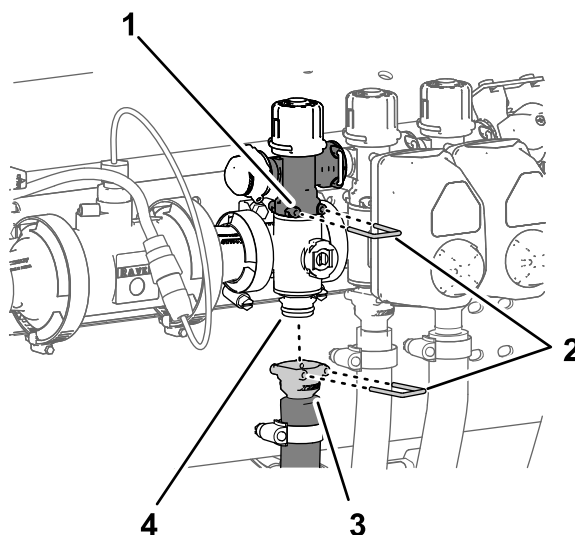

Figure 120
- Retirez l'étrier qui fixe le raccord rapide du flexible d'alimentation de section au collecteur et l'étrier qui fixe le raccord rapide de la valve du collecteur de section (Figure 120).
- Retirez l'étrier qui fixe le raccord rapide de la vanne de dérivation de section à la vanne de section du collecteur (Figure 120)